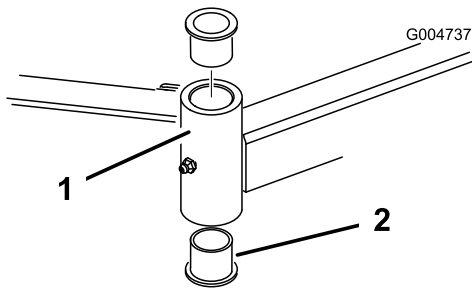

Figure 27
4. Insérez un chasse-goupille dans le haut ou le bas du tube de montage et chassez la bague hors du tube (Figure 27).